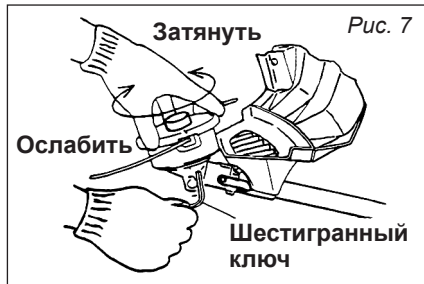

Рис. 7
- Накрутите картридж с леской на вал и затяните от руки (рис. 7).